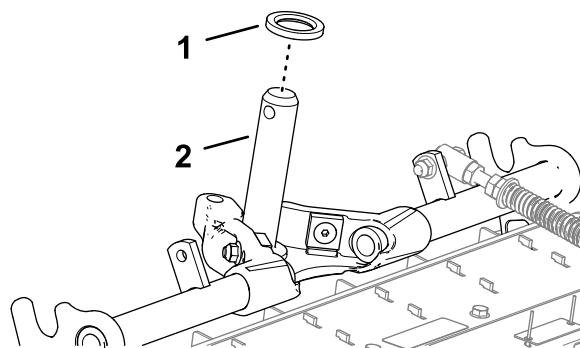

Figure 13
1. Veillez à insérer la rondelle de butée fraisée sur l'arbre du bâti porteur (Figure 13).